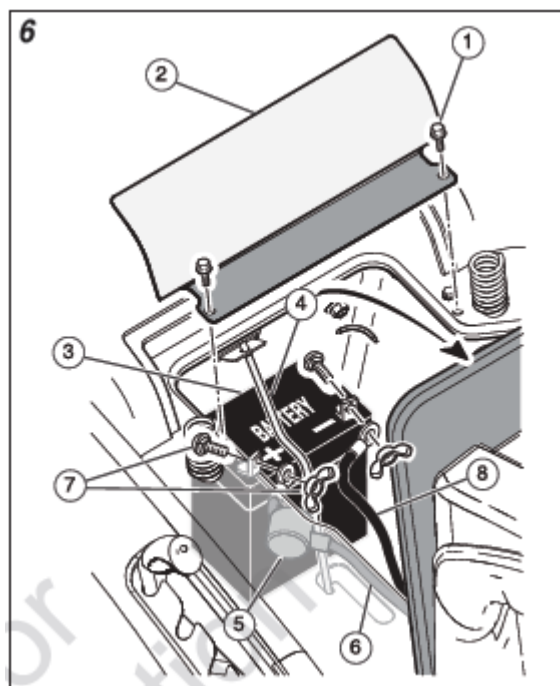

Рис. 6
2. Выверните два винта (1) и снимите крышку (2) (см. рис. 6).
3. Проверьте дату, указанную сбоку батареи (3).
1. Нажмите на нижний конец фиксатора (4) аккумулятора, чтобы отсоединить фиксатор (см. рис. 6).
2. Извлеките аккумуляторную батарею (3).
1. Снимите защитные колпачки с клемм (см. рис. 6).
2. Вставьте красный провод (6) в защитный колпачок клеммы (5).
3. Подсоедините красный провод к (+) клемме с помощью крепежа (7).
4. Подсоедините черный провод (8) к (-) клемме с помощью крепежа (7).
5. Установите крышку (2) и два винта (1).